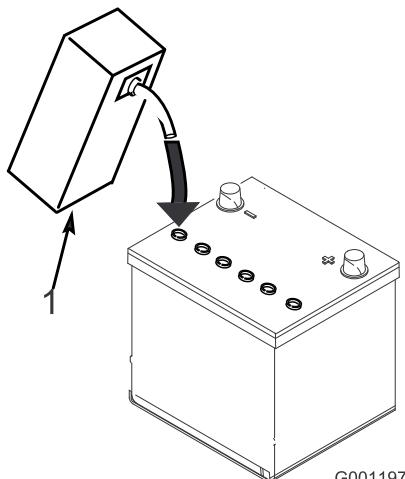

Figura 6
- Encha cuidadosamente cada célula com electrólito até as placas estarem cobertas com cerca de 6 mm de fluido (Figura 6).